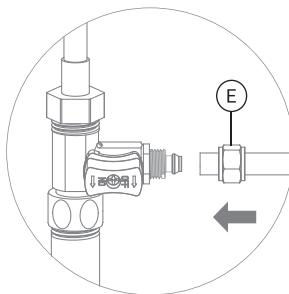
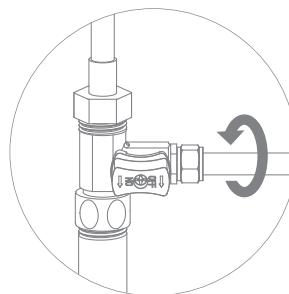

Рис. 6
Рис. 7
2. В гайку (Е) проденьте зеленую трубку из комплекта поставки (рис. 6). Конец трубы наденьте на штуцер адаптера-вентиля до упора и плотно накрутите гайку (рис. 7).